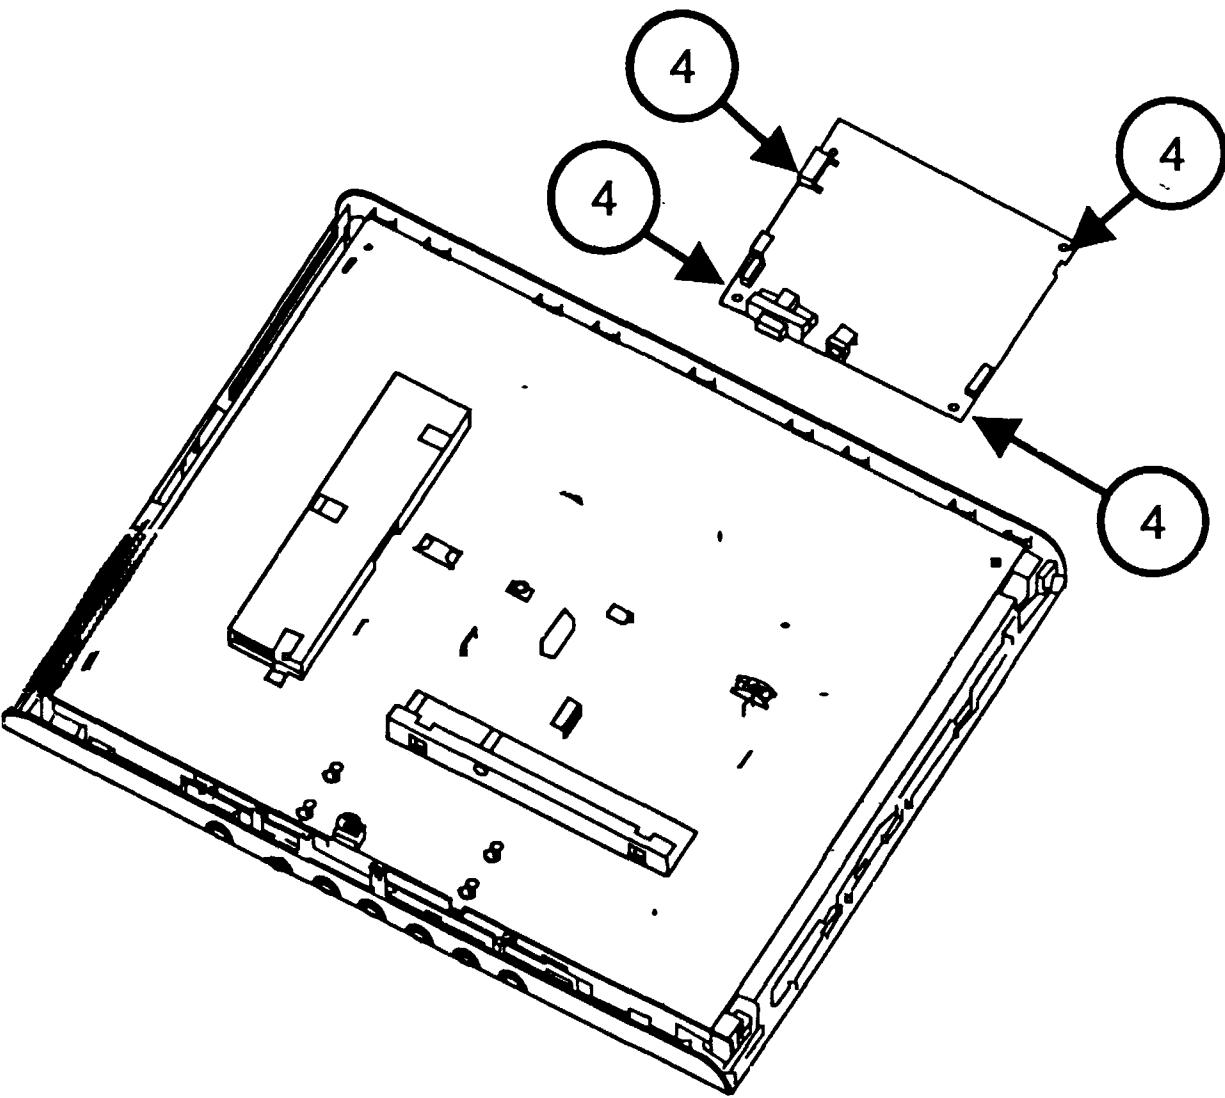

Рис. 2.3
5. Выкручивают четыре винта 4 (рис. 2.3), отстыковывают от главной платы все разъемы и снимают ее.